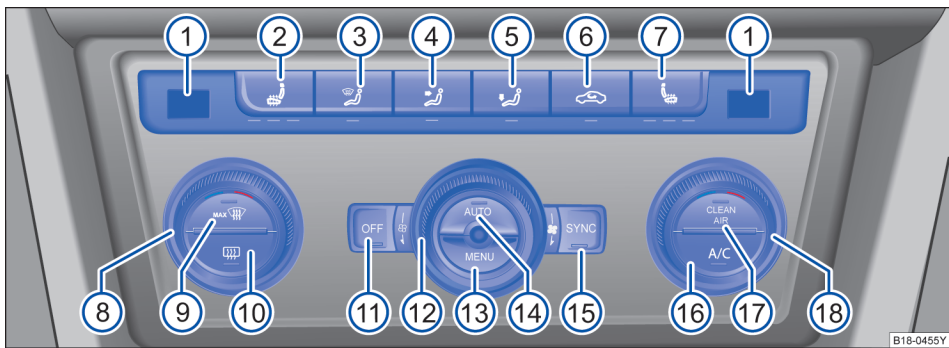

图 80 全自动空调的操作元件
- 转动温度调节开关 ⑧ 或 ⑬ ⇒ 图 80, 即可设定驾驶员侧或前排乘客侧的温度并通过 ① 显示设定的温度。
- 按压按钮 ② 至 ⑦ 之间的某个按钮即可启动相应功能。开启某项功能后按钮内的指示灯随之亮起, 再按一下该按钮, 该功能即被关闭。